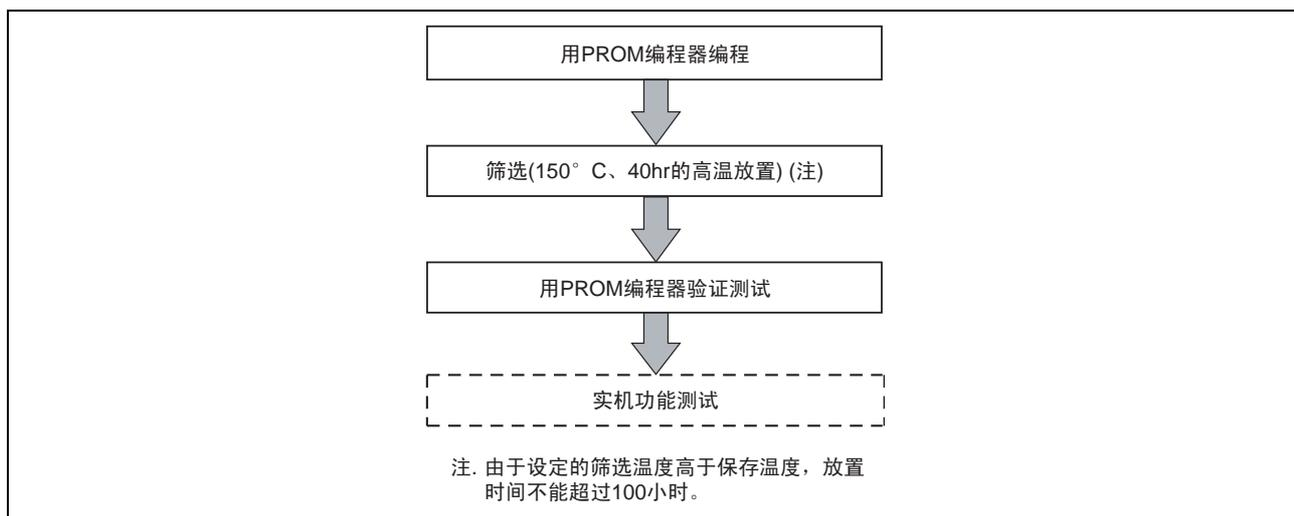

图 XA-1 空白 ROM 出货产品的编程和测试
①在本公司的后期工序没有对一次性可编程ROM版的空白ROM出货产品进行PROM的编程测试和筛选。为了提高编程后的可靠性，建议在按图XA-1所示的流程进行编程和测试后使用。